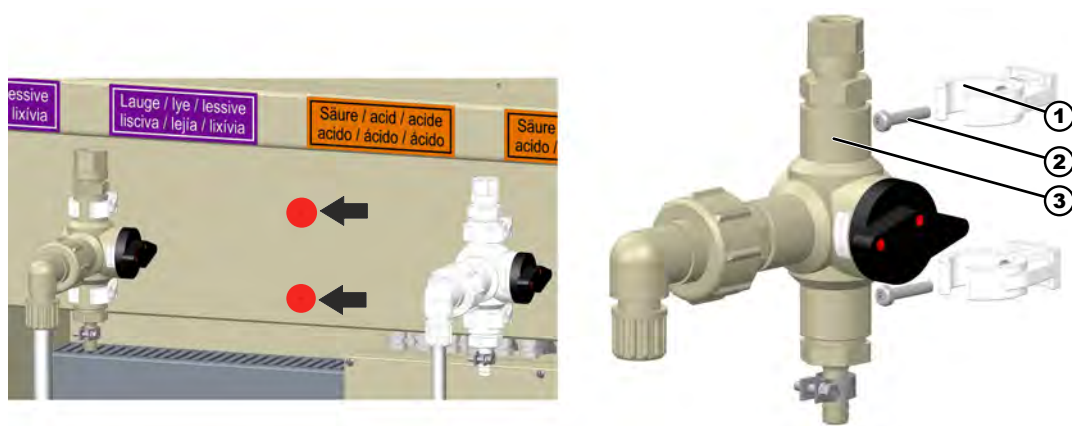

Fig. 11 : Montage du robinet de prélèvement de produit
1. Monter les deux colliers de serrage (repère 1) avec les vis (repère 2) à l'emplacement prévu à cet effet (Fig. 11 , flèche) sur la console du système ELADOS Compact.